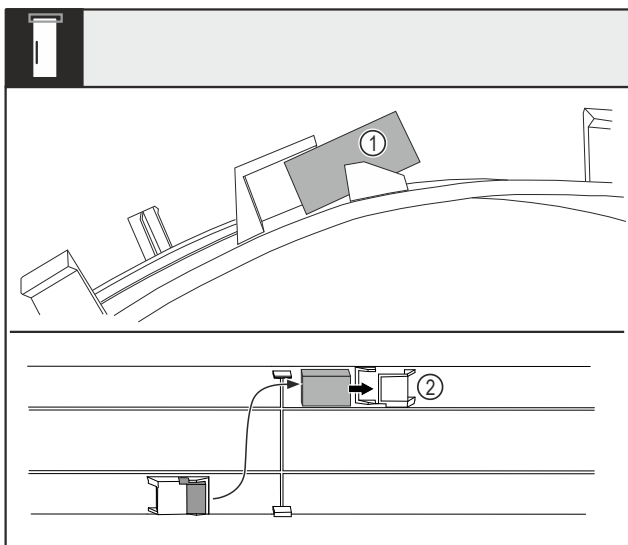

Fig. 15
- ▶ Согните крышку и извлеките магнит двери Fig. 15 (1) из гнезда.
- ▶ Вставьте магнит двери в другое гнездо Fig. 15 (2).